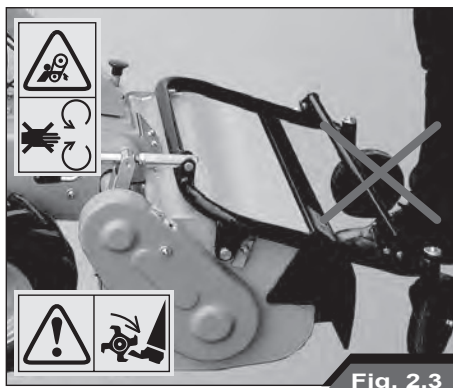

Fig. 2.3
- Antes de encender la máquina asegúrese siempre que ninguna persona se encuentre en proximidad del rotor de cuchillas (Fig. 2.3).